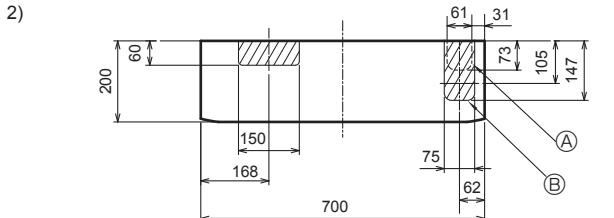

Fig. 3-8
2) Για δεξιά ή αριστερή σωλήνωση προς τα κάτω (Fig. 3-8)